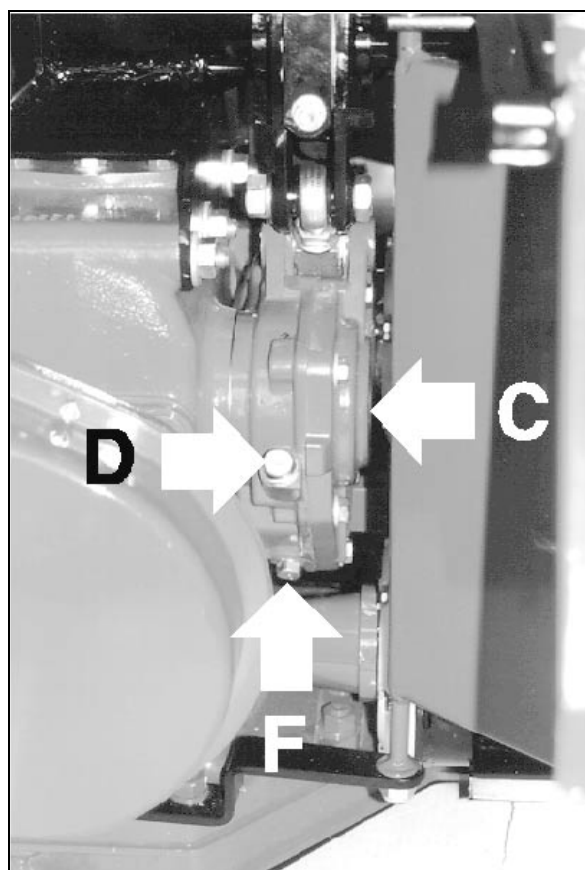

fig.2
- Vérifier périodiquement avec les rouleaux en position de travail que l'huile frôle le trou **D** (fig.2) du bouchon de vidange.
- Pour le remplacement il faut enlever le bouchon **F** (fig.2) quand l'huile est chaude.
- El soporte oscilante **C** (fig.2) contiene aceite.
- Verificar periódicamente, con los rodillos en posición de trabajo que el aceite roce el agujero **D** (fig.2) del tapón-respiradero.
- Para la substitución quitar, con aceite caliente, el tapón **F** (fig.2).
- Das schwingende Walzenlager **C** (Bild 2) enthält Öl.
- Regelmäßig kontrollieren, daß das Öl bei in Betriebsposition stehenden Walzen zum Loch **D** (Bild 2) des Deckels -Entlüfters reicht.
- Zum Auswechseln ist der Deckel **F** (Bild 2) zu entfernen; das Öl sollte warm sein.